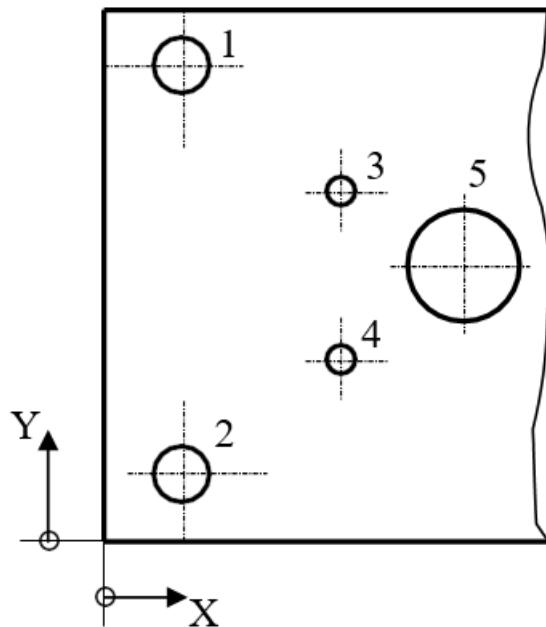

Fig. 19
**Координатная простановка размеров** заключается в нанесении размеров на чертеж или в таблицу рядом с чертежом, относительно системы отсчета (Рис. 19).